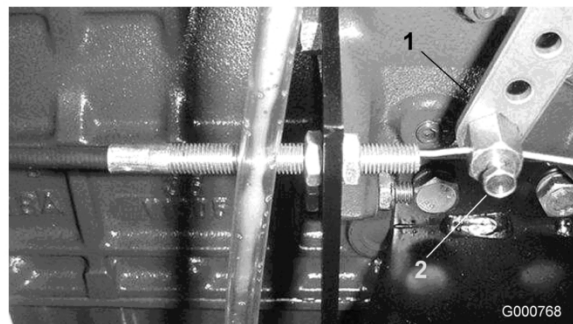

Figura 44
2. Afloje el conector del cable del acelerador en la palanca de la bomba de inyección (Figura 44).